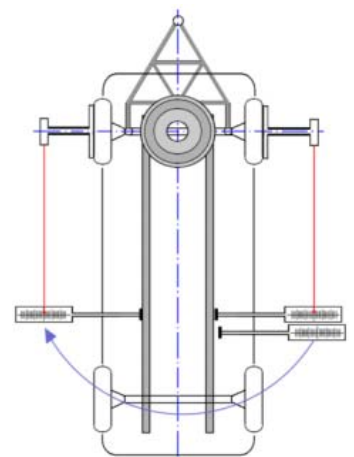

Рис.13
- Прикрепите магнитную шкалу с одной стороны рамы транспортного средства (Рис. 13).